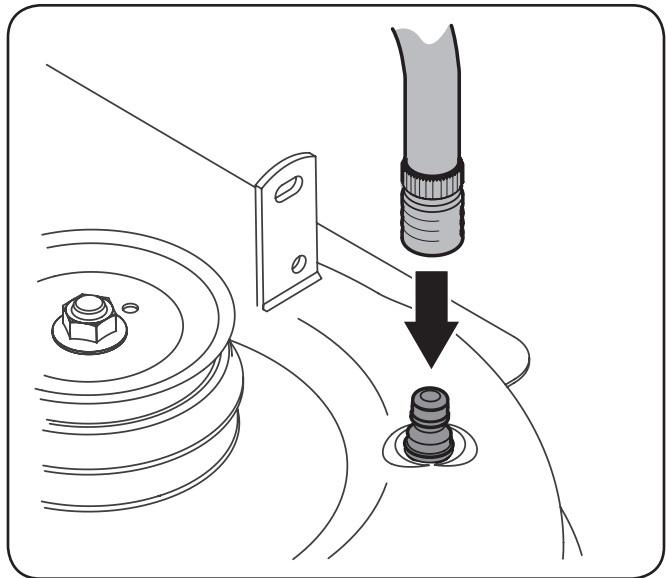

Figure 6-3
3. Conecte la manguera de jardín con la boquilla de lavado de la plataforma al puerto de agua sobre la superficie de la cubierta. Vea Figure 6-3.